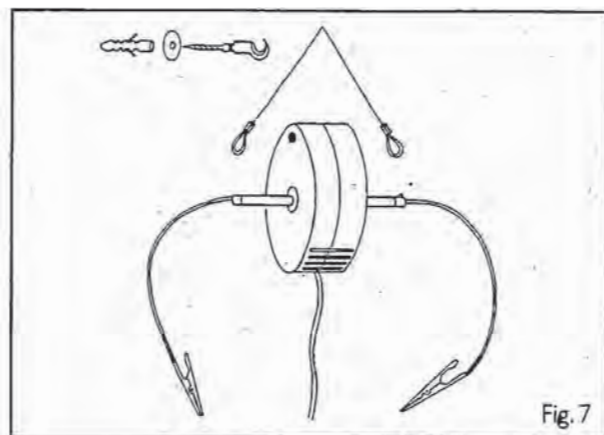

Fig. 7
2. Posizionate i due fermagli rossi della sospensione del cavo sull'asse trasversale del trasformatore in modo da piazzargli esattamente nelle due tacche. Indi sospendete il trasformatore al gancio (fig. 7).
che il fusibile del trasformatore (freccia fig.7) non sia saltato in seguito a un sovraccarico o a un corto circuito.